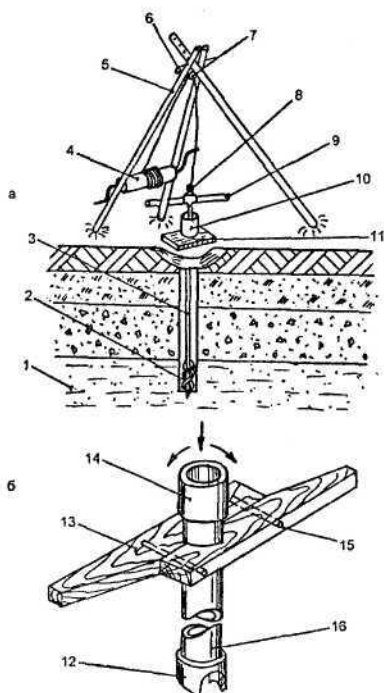

Рис. 9. Оборудование для бурения скважин:
2. Над доской устанавливают треногу из толстых жердей или бревен с прикрепленным к ее вершине блоком (рис. 9).